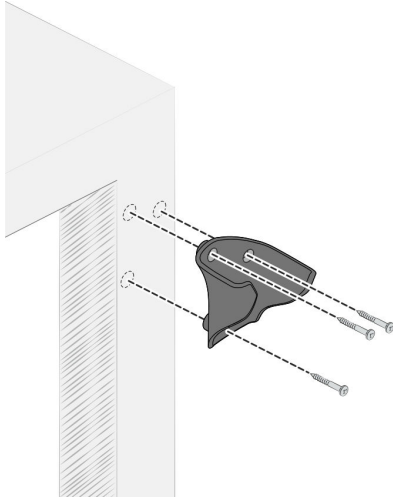

Abb. 51 Halterung Handcontroller montieren
18. Halterung des Handcontrollers gemäß **Abb. 51** an einer ebenen Fläche außerhalb des Arbeitsraums vom Roboter ausrichten.
- i** In **Abb. 51** ist die Montage der Halterung exemplarisch am Tischbein dargestellt.
3 Schrauben mit dem Bohrschrauber durch die Öffnungen der Halterung in die Markierungen am Tisch schrauben **Abb. 51**.